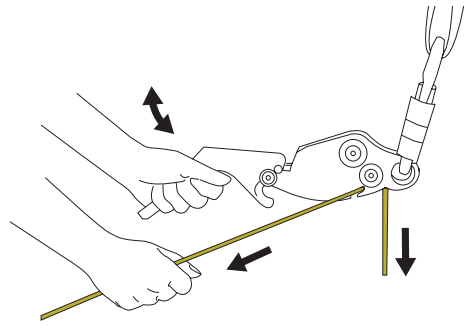

Abb. 7
8. Die Abseilgeschwindigkeit wird mit einer Hand am Griff und der anderen Hand am Seil unter dem Gerät geregelt. Zunächst das Seil in einem Winkel aus dem Schlitz laufen lassen. Mit auf dem Kopf stehenden Abseilgerät wird der Abseilvorgang durch Ziehen des Griffes nach oben (Abb. 7) eingeleitet und durch Bewegung des Griffes nach unten oder Freigabe des Griffes beendet. Erhöhen oder verringern Sie die Reibung, indem Sie das Seil in den schmalen Teil des Schlitzes hinein bzw. davon weg bewegen wie in Abb. 3B gezeigt. Es ist wichtig, dass eine Hand zur besseren Regelung des Abseilvorgangs immer am Seil unterhalb des Abseilgerätes bleibt.